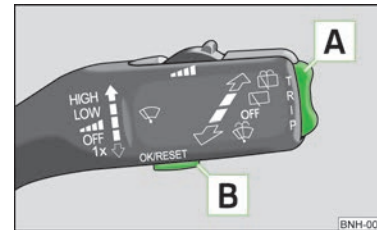

Fig. 5
Comutarea memoriei se face de la tasta **B** » fig. 5 la pagina 12.
Tasta basculantă **A** » fig. 5 și tasta **B** se găsesc în maneta de acționare a ștergătoarelor de parbriz.
► Apăsăți repetat tasta **B** » fig. 5.
» Apăsați scurt pe tasta basculantă **A** » fig. 5, în partea de sus sau în partea de jos. Astfel accesați consecutiv funcțiile individuale ale afișajului multifuncțional.
- » Apăsăți mai lung tasta **B** » fig. 5.
Dacă temperatura exterioară scade sub +4 °C, în fața temperaturii apare simbolul unui fulg de nea (avertizare pentru polei) și se emite un semnal acustic. După apăsarea tastei basculante **A** » fig. 5 la pagina 12 este afișată funcția care a fost afișată ultima dată.
Pe afișaj apare durata de deplasare de la ultima ștergere a memoriei. Dacă se dorește măsurarea timpului începând de la un anumit moment, atunci la acel moment memoria trebuie adusă la zero, prin apăsarea tastei **B** » fig. 5 la pagina 12.
Dacă se dorește determinarea consumului mediu de combustibil într-un anumit interval de timp, atunci trebuie adusă la zero memoria la începutul măsurării, cu ajutorul tastei **B** » fig. 5 la pagina 12. După ștergere, la parcurgerea primilor 300 metri, pe display nu va apărea nicio valoare.
Pe display apare distanța parcursă de la ultima ștergere a memoriei » pagina 12. Dacă se dorește măsurarea distanței de deplasare începând de la un anumit moment, atunci la acel moment memoria trebuie adusă la zero, prin apăsarea tastei **B** » fig. 5 la pagina 12.
Pe afișaj este indicată viteza medie în km/h de la ultima ștergere a memoriei » pagina 12. Dacă se dorește măsurarea vitezei medii într-un anumit interval de timp, trebuie adusă la zero memoria la începutul măsurării, cu ajutorul tastei **B** » fig. 5 la pagina 12.
- » Cu ajutorul tastei **A** » fig. 5 la pagina 12, selectați punctul de meniu **Avertizare la depășirea vitezei**.